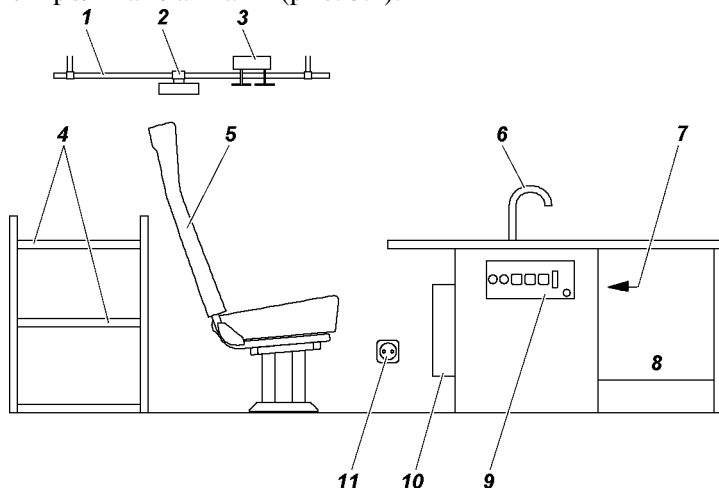
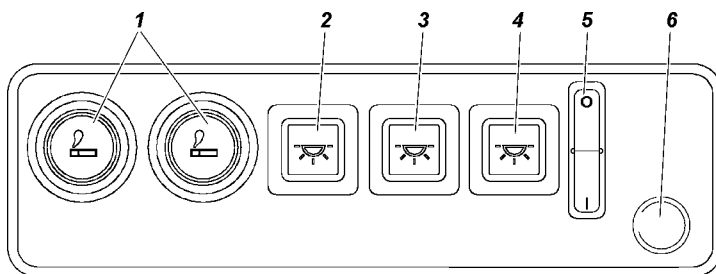
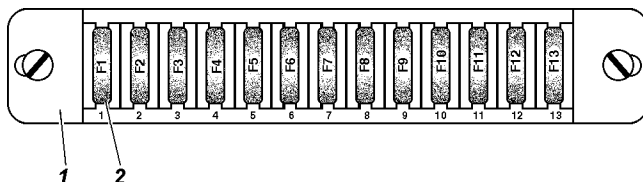

Рис. 3.4. Медицинский салон автомобиля УАЗ-396295-470
Рис. 3.5. Блок выключателей:
Рис. 9.2. Блок плавких предохранителей: 1 - корпус блока предохранителей; 2 - F1...F13 плавкие предохранители (см. таблицу)
- дополнительными светильниками медицинского салона (блок выключателей рис. 3.5);
1 -леер; 2 -светильник; 3 -держатель капельниц; 4,8 -шкаф для приборов и медицинских укладок; 5-кресло врача; 6-стол с электроумывальником; 7-блок предохранителей (рис. 9.2) и реле блокировки двигателя; 9-блок выключателей (см. рис.3.5), 10 -преобразователь напряжения; 11 -розетка 220В
Реле блокировки двигателя (расположено в медицинском салоне, в столе (см. рис. 3.4) на обивке боковины) предназначено для предотвращения включения стартера, при подключенном внешнем источнике питания 220В.
Сеть 12В имеет блок предохранителей (поз. 7 рис. 3.4, 9.2). Непосредственно от штатной аккумуляторной батареи питаются:
На щитке управления, расположенном в медицинском салоне на столе (см. рис. 3.5), производится включение/отключение:
Блок предохранителей (рис. 9.2) оборудования медицинского салона установлен в столе на боковой поверхности стенки, см. рис. 3.4 поз. 7.
Блок плавких предохранителей (рис. 9.2)